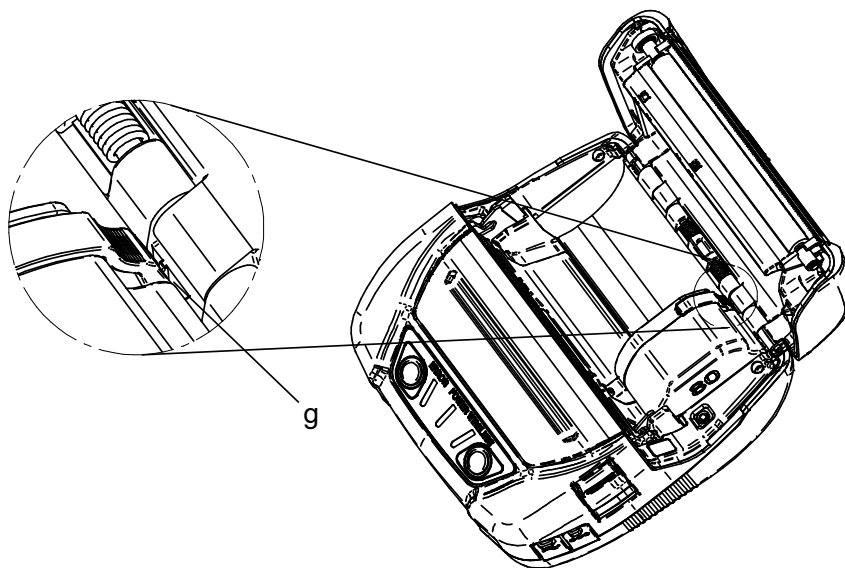

Figura 13-6 Instalación de la placa de partición (3)
3. Empuje la pestaña “g” de la placa de partición hacia la ranura “G” de la impresora hasta que la placa de partición se bloquee tal como se muestra en la Figura 13-6.